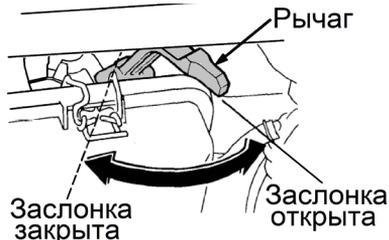

Рис. 11 Рычаг управления воздушной заслонкой
2. Закройте воздушную заслонку карбюратора. Для этого переведите рычаг управления воздушной заслонкой в крайнее левое положение (Рис. 11).
- Закройте воздушную заслонку карбюратора. Для этого переведите рычаг управления воздушной заслонкой в крайнее левое положение (Рис. 11).